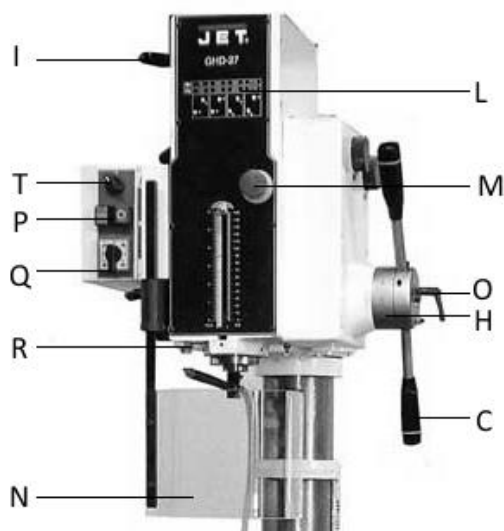

Рис. 3
При помощи ручек (I, рис.3) и (Q) необходимую частоту и направление вращения шпинделя.
Для выталкивания патрона из шпинделя необходимо немного выдвинуть пиноль и отодвинуть ограничительную пластину (R, рис.3). При отодвинутой пластине, полный подъем пиноли приведет к выталкиванию патрона из шпинделя.
Для установки ограничителя глубины ослабьте ручку (O, рис.3) и поверните кольцо (H) так, чтобы выбранное значение глубины оказалось напротив указателя. Затяните ручку (O).